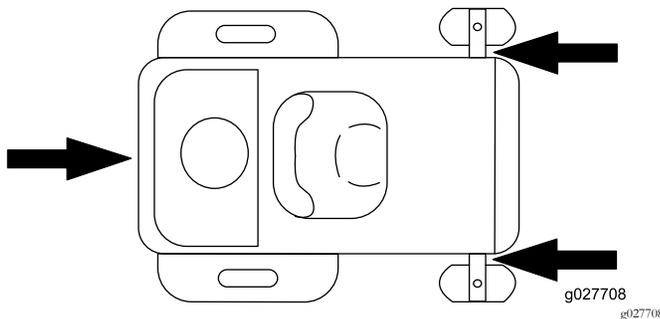

Figura 27
5. Amarre la máquina junto a las ruedas giratorias delanteras y el guardabarros trasero (Figura 27).